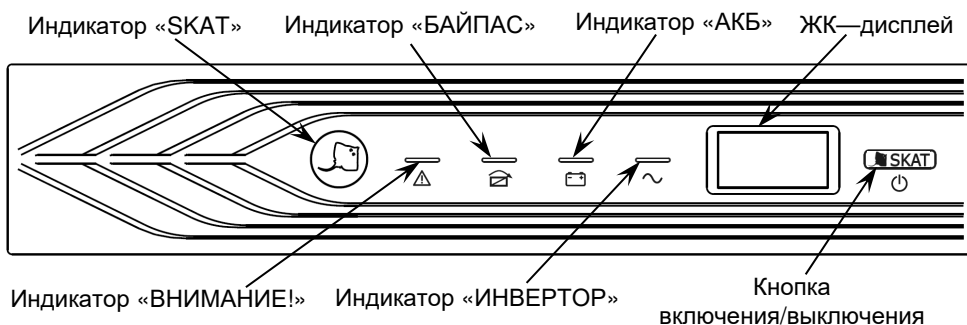

Рисунок 7 — Общий вид передней панели изделия
- на передней панели включится индикатор «SKAT» (см. рисунок 7);